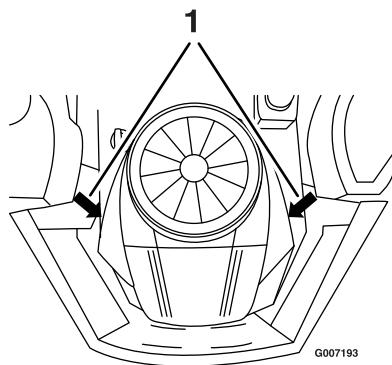

Figura 35
2. Retire el cable de la bujía (Figura 35). Limpie alrededor de la bujía para evitar que entre suciedad en el motor y pueda causar daños.
- Conecte el cable a la bujía (Figura 35).